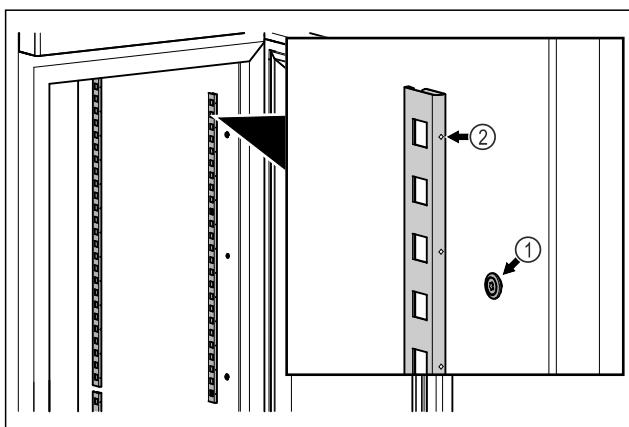

Fig. 48 Reprezentare exemplificativă
- Acroşaţi barele de prindere în sistemul de suspendare Fig. 48 (1). Marcajul Fig. 48 (2) trebuie să fie orientat spre înainte.